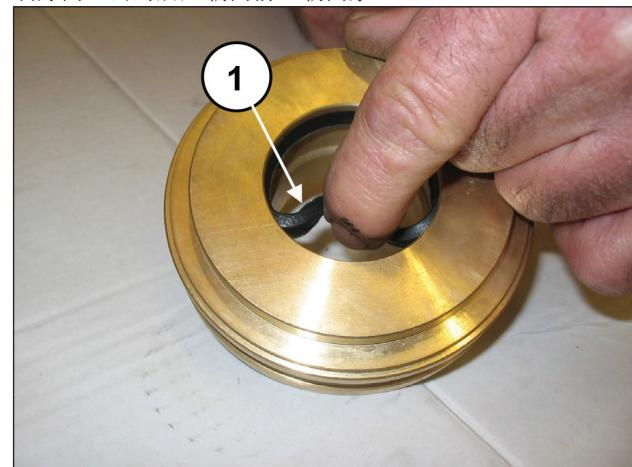

图134
将低压密封圈插入密封圈底座（部件号①, 图134），注意安装方向，密封唇应朝向前（朝向泵）。